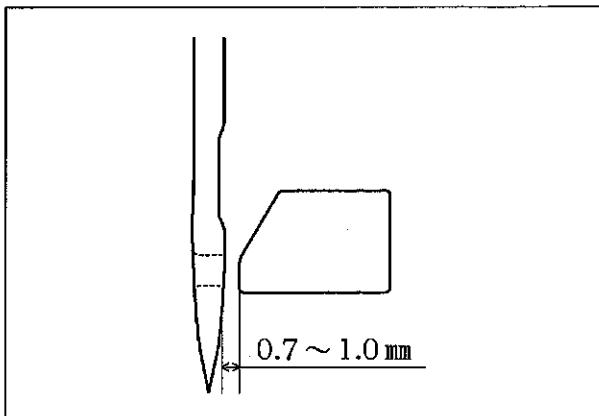

図 27
① 準定
針が最も下がったとき、針と針受け(後)①のすき間が 0.7 ~ 1.0 mm であることを確認してください。(図 27)